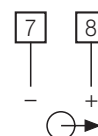

Bild 4. Messausgangs-Anschluss.
Ausgangsleitungen des Messausgangs an die Klemmen ⑦ (-) und ⑧ (+) gemäss Bild 4 anschliessen.